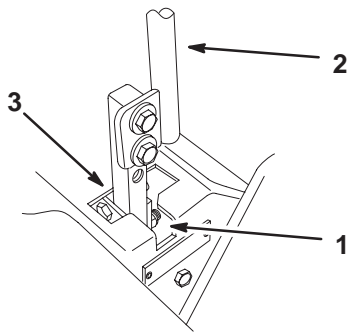

Figure 53
3. Placez le levier au point mort, **sans le verrouiller** (Fig. 53).
5. Vérifiez la position du levier par rapport au cran de la console (Fig. 53). Il doit être centré de façon à pouvoir pivoter vers l'extérieur jusqu'à la position de verrouillage du point mort.